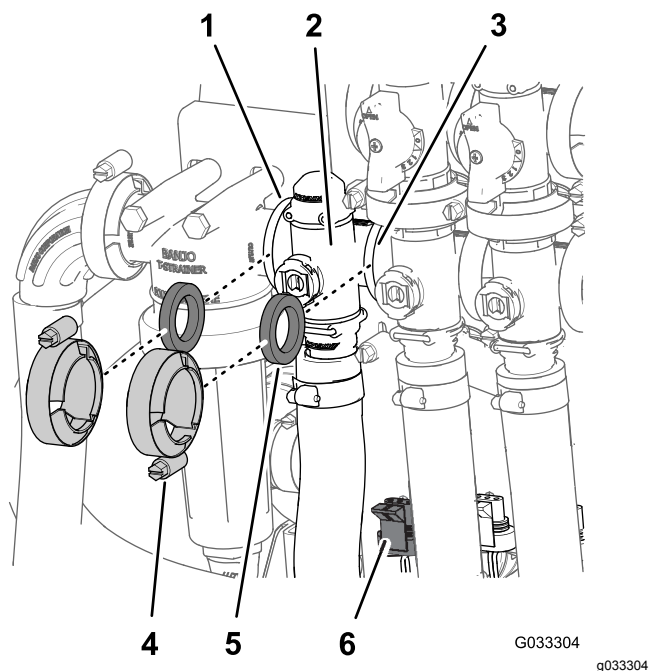

Рисунок 62
1. Снимите хомуты и прокладки, с помощью которых крепится коллектор клапана управления нормой внесения (Рисунок 62).